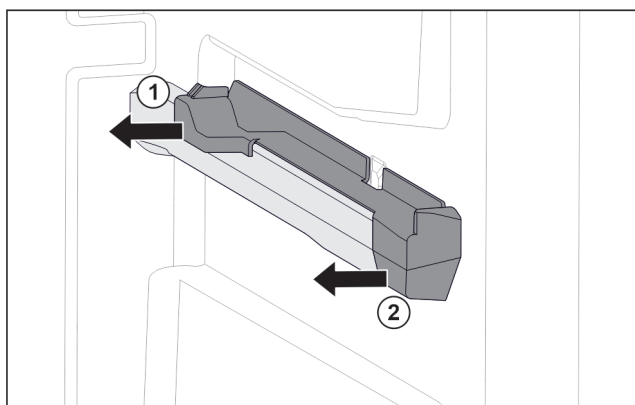

Fig. 93 Élément emboîtable sur la nervure de récipient droite
- Le retirer sur le côté par l'arrière. Fig. 93 (1)
- Le retirer sur le côté par l'avant. Fig. 93 (2)